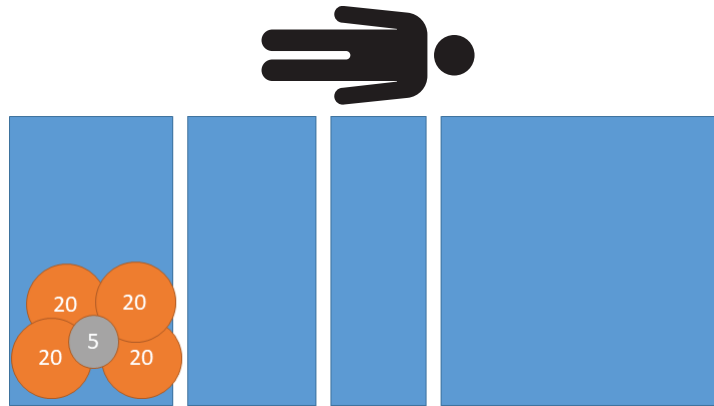

Abbildung 14 – Exzentritätsprüfung – 85 kg Fuß links
2. Mit kalibrierten Gewichten 85 kg am Fuß links vom Produkt platzieren (Abbildung 14).